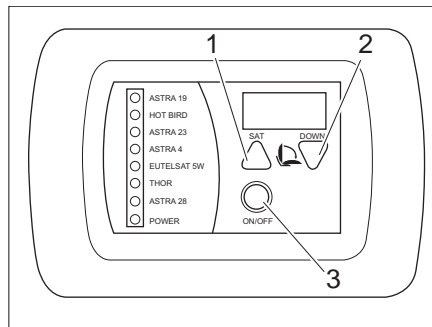

Bild 39 Panel meny förbrukare (variant 1)
- Koppla in satellitsystemet med knappen ON/OFF (Bild 39,3) (manöverpanelen sitter på ingångsdörren på insidan till vänster).
- Tryck på knappen SAT (Bild 39,1) flera gånger för att välja en satellit och starta sökningen.
- Tryck på knappen Down (Bild 39,2) för att köra in satellitsystemet.
- Tryck på knappen ON/OFF (Bild 39,3).